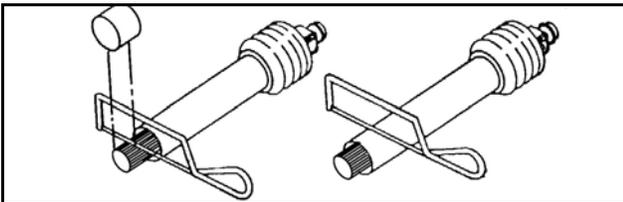

Figura 5. Corte do eixo da transmissão
7. Use uma serra elétrica com rebolo abrasivo para cortar a extremidade macho do eixo. Corte a mesma quantidade do eixo estriado e da proteção de segurança. Consulte Figura 5. Use uma lima para remover todas as rebarbas da extremidade cortada.